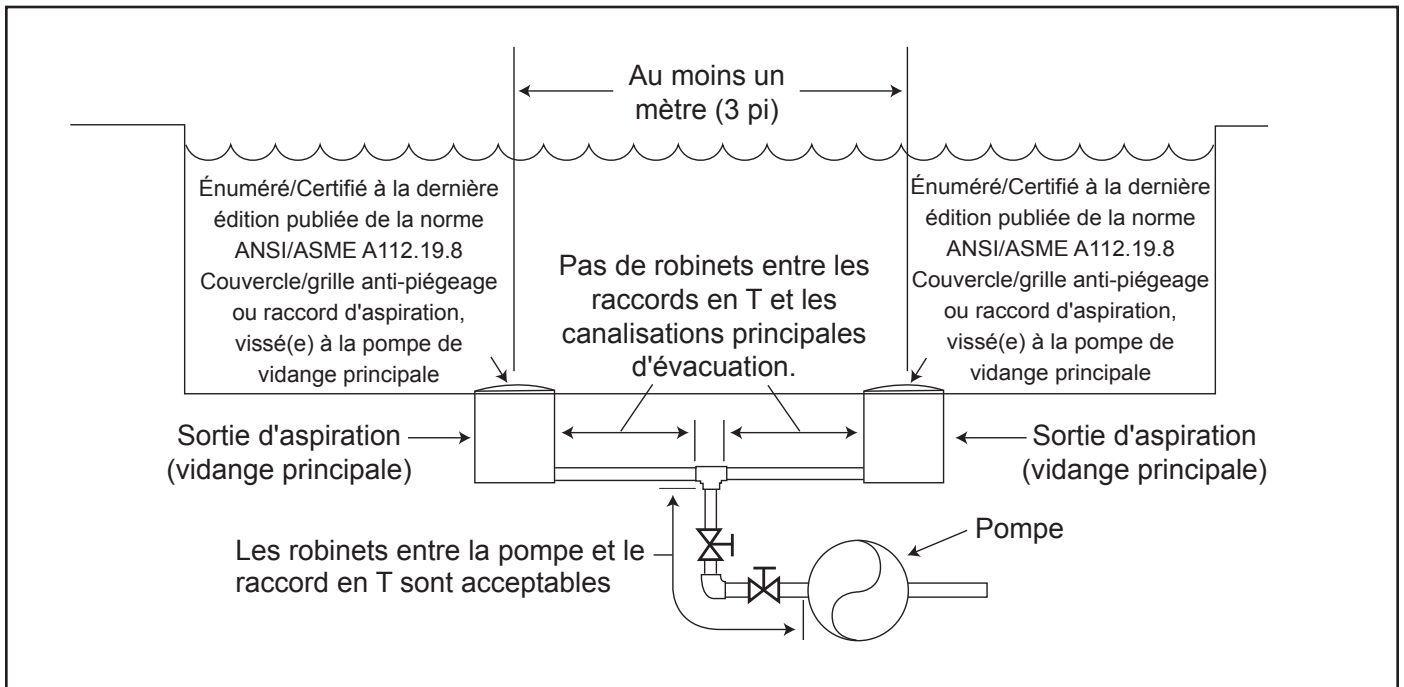

Figure 1. Nombre de sorties d'aspiration par pompe
Nombre de sorties d'aspiration par pompe – Fournir au moins deux (2) canalisations d'évacuation hydrauliquement équilibrées, avec couvercles, en guise de sorties d'aspiration pour chaque conduite d'aspiration de pompe de circulation. Les centres des canalisations d'évacuation principales (sorties d'aspiration) sur toute conduite d'aspiration doivent être à au moins un (1) mètre (3 pi) l'une de l'autre, de centre en centre. Voir la Figure 1 à la Page 35.
Le système **doit** être conçu pour comprendre au moins deux sorties d'aspiration (canalisations d'évacuation) connectées à la pompe chaque fois que la pompe fonctionne. Cependant, si deux (2) canalisations principales d'évacuation aboutissent à une seule conduite d'aspiration, cette dernière peut être équipée d'un robinet qui coupera les deux canalisations principales d'évacuation de la pompe. Le système doit être conçu de manière à ne pas permettre une fermeture ou un isolement, distinct ou indépendant de chaque canalisation d'évacuation. Voir la Figure 1 à la Page 35.